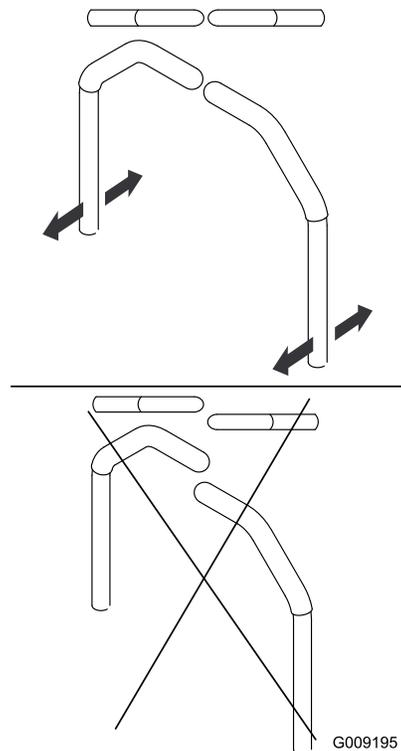

Figure 52
9. Réglez l'alignement avant/arrière des leviers en les plaçant simultanément à la position POINT MORT, puis faites-les coulisser jusqu'à ce qu'ils soient alignés et resserrez les boulons (Figure 52).